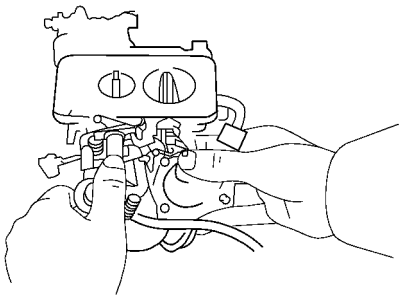

图 2-14 完全开启副腔节气门检查其全开角度
3) 在主腔节气门全开的状态下，完全开启副腔节气门检查其全开角度，如图 2-14 所示。